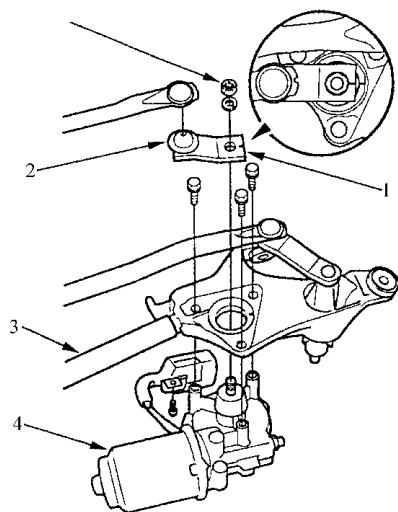

图 12-106 拆卸刮水器联动装置
3) 如图 12-106 所示，在连杆与刮水器联动装置上划一道线，以标记原始的调整定位，然后，拆卸螺母和联动装置。